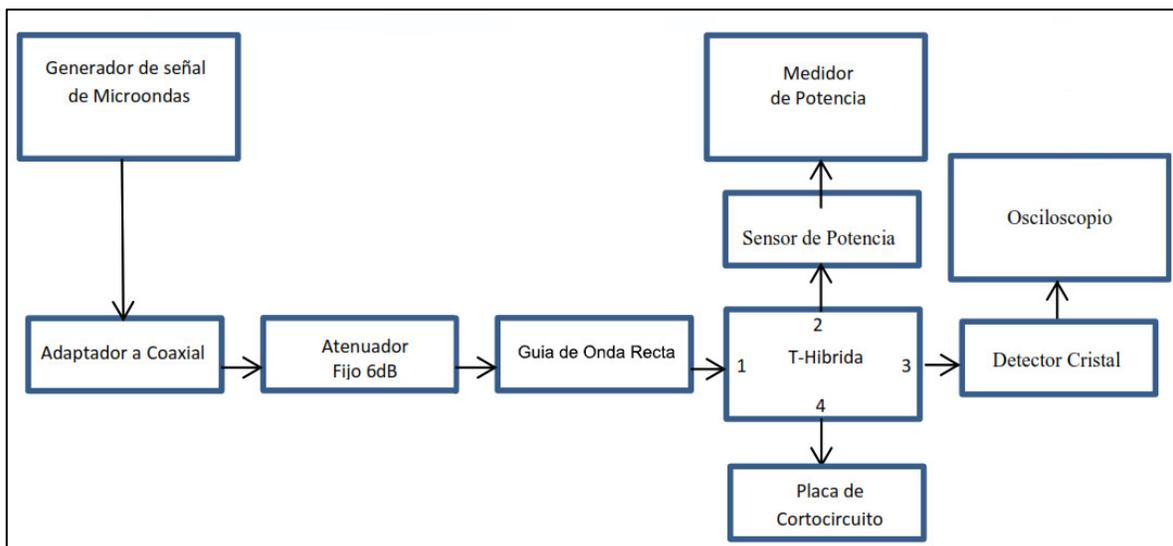

Figura 6.2 Aplicación de la T-Hibrida
1. Monte el equipo de microondas tal y como se muestra en el diagrama a bloques de la figura 6.2.